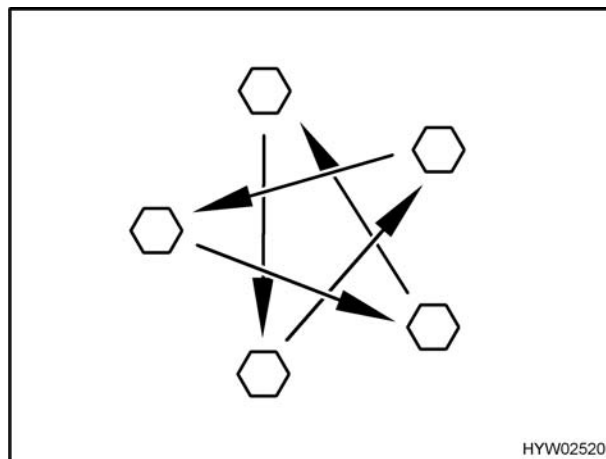

Fig. 93 Serrare a croce i dadi o i bulloni delle ruote
- Controllare regolarmente il serraggio dei dadi o dei bulloni. Regolare a croce (Fig. 93) il serraggio dei dadi o dei bulloni di una ruota sostituita dopo circa 50 km. Per il valore della coppia di serraggio consultare il paragrafo Coppia di serraggio.
- ▷ Serrare a croce i dadi o i bulloni delle ruote (Fig. 93). Per il valore della coppia di serraggio consultare il paragrafo Coppia di serraggio.